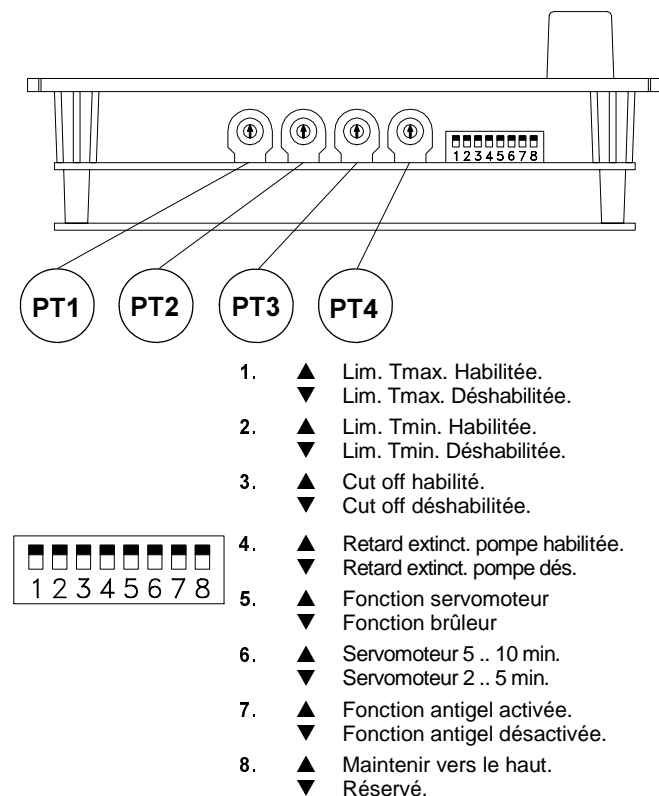

Fig. 6: Sélecteurs et régulateurs.
- Activer la limitation de la température d'envoi en sélectionnant le dip-switch n°1 sur 'habilité' ▲ (voir Fig.6).
- Avec le trimmer PT1, régler la valeur de la température maximum d'envoi à environ 45°C (voir Fig. 6).
- Sélectionner le mode de fonctionnement (servomoteur ou brûleur : voir Fig. 6) au moyen de l'interrupteur 5, correspondant à l'installation.
- Le dispositif sort de l'usine avec la fonction antigel active. Grâce à cette fonction, dans le cas où le dispositif est à l'arrêt (interrupteur sur "ETEINT") et la température externe en-dessous de 3°C, la pompe de circulation s'active automatiquement pour éviter le gel de l'eau dans la tuyauterie. On peut, si on veut, désactiver cette fonction en utilisant l'interrupteur 7 selon les instructions précisées dans la Fig. 6.